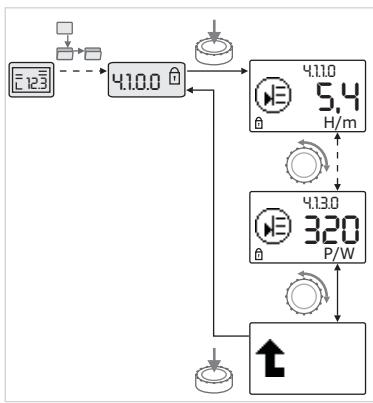

Fig. 46: Вызов информации
- Вращая кнопку управления, можно управлять элементами типа «Информация» текущего подменю (см. Fig. 46). Пояснения настроек, обозначенных символами, см. в таблице в главе 8.7 «Указатель элементов меню» на странице 233.